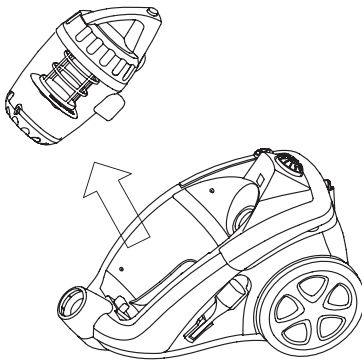

Fig. 11
3. Extraiga con cuidado el depósito de polvo (15) presionando el botón de liberación del depósito (14). Véase la fig. 11.